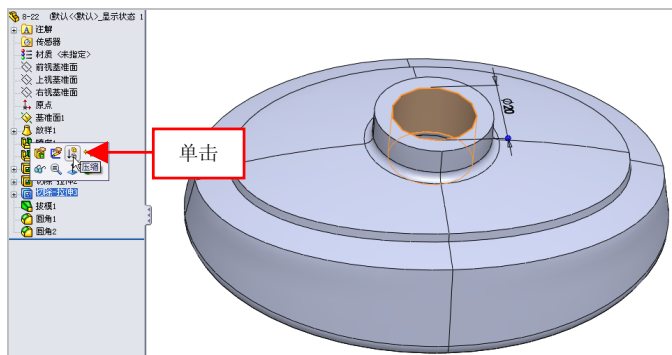

图 8-23 单击【压缩】按钮
(2) 在 Feature Manager 设计树中, 选择【切除-拉伸 3】选项, 弹出对话框, 单击【压缩】按钮, 如图 8-23 所示。